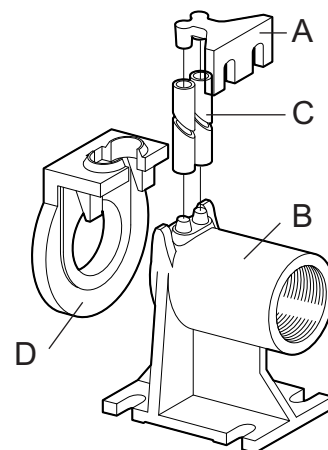

Abb. 7 Ankopplungs-Fuss
- Den Verankerungs-Bügel der Rohrführungen (Abb. 7 - Pos. A) am Rand des Beckens befestigen.
- Den Stützfuss zur automatischen Koppelung (Abb. 7 - Pos. B) am Boden des Abflussschachtes positionieren und mittels dem Senkblei überprüfen, dass die konischen Vorsprünge zum Einstecken der Rohrführungen mit den entsprechenden Vorsprüngen des Verankerungs-Bügels des Beckenrandes perfekt rechtwinklig sind. Es ist auch die Ebenheit mittels einer Wasserwaage zu überprüfen.
- Die Position der sich auf dem Stützfuss befindlichen Schlitze anzeichnen und dann die korrekte Länge der Führungsrohre (Abb. 7 - Pos. C) feststellen.
- Den speziellen Gleitflansch (Abb. 7 - Pos. D) auf die Auslassöffnung der Pumpe montieren und das Seil oder die Kette an die Griffe oder Schlitze am oberen Teil des Gehäuses anhaken.